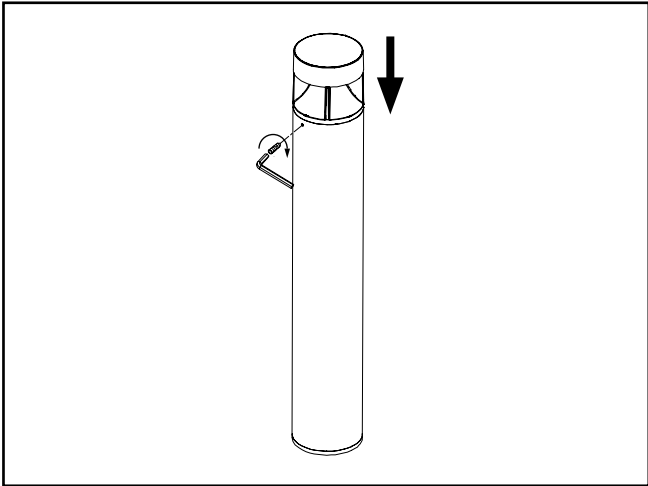

Figure 5.
5. Vuelva a colocar el cabezal superior y apriete los 3 tornillos. Fig. 5. Apriete los 3 tornillos a 30 in-lbs.